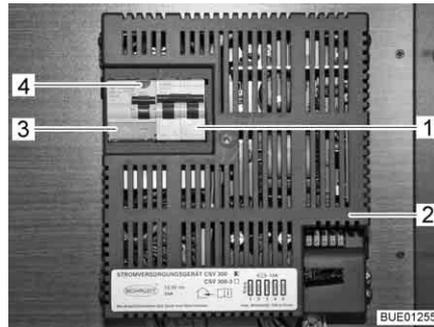

Bild 115 230-V-Sicherungsautomat und FI-Schalter (CSV 300)
Ein Fehlerstrom-Schutzschalter (FI-Schalter) (Bild 115,3) im Stromversorgungsgerät CSV 300 (Bild 115,2) sichert das gesamte Fahrzeug gegen Fehlerstrom (0,03 A) ab.
Ein nachgeschalteter zweipoliger Leitungsschutzschalter (Bild 115,1) im Stromversorgungsgerät sichert das 230-V-Bordnetz ab.
- Wenn das Fahrzeug an die 230-V-Versorgung angeschlossen ist, die Prüftaste (Bild 115,4) drücken. Der Fehlerstrom-Schutzschalter (FI-Schalter) muss auslösen.